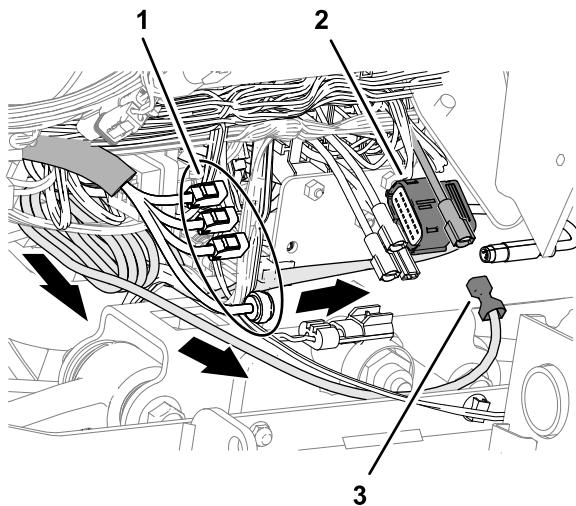

Figura 74
4. En la parte delantera de la máquina, enrute el conector de 4 pines marcado ETHERNET CL-55 y el conector hembra de 18 vías marcado CL55 del arnés de alimentación del módem hasta la máquina, como se muestra en la Figura 74.